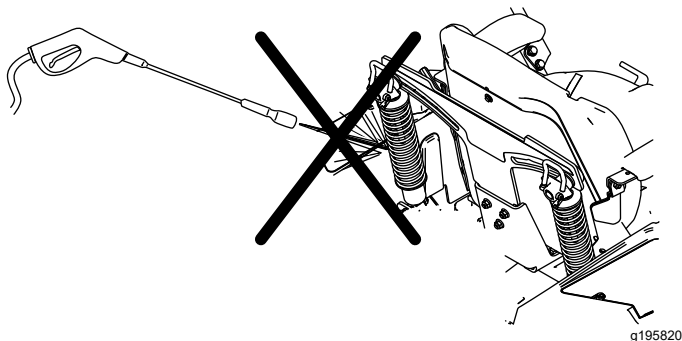

Figura 82
**Nota:** Não limpe os conjuntos dos amortecedores com água sob pressão (Figura 82).